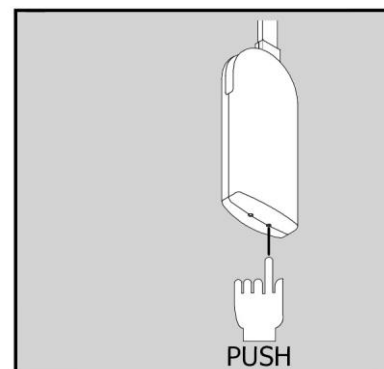

Fig. 22
- 1 - Pulsar la tecla de programación (Fig. 22) durante 5 segundos, al soltar se escuchará un doble "BIP"
Si se desean eliminar todos los mandos a distancia, se debe mantener pulsada la tecla de programación (Fig.22) durante 10 segundos. Al soltar el botón, tres "BIP" consecutivos indican que todos los mandos a distancia sincronizados han sido eliminados. De hecho, es posible resintonizar el/los mando/s a distancia deseado/s.